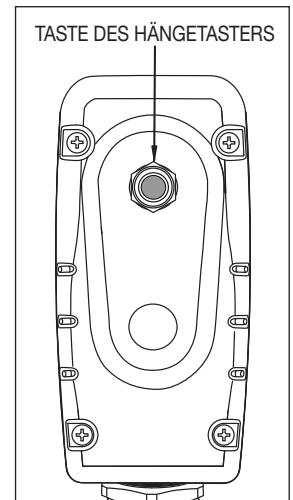

Abbildung 4: Kabelfernbedienung
5.2 Fernbedienung (siehe Abbildung 4)